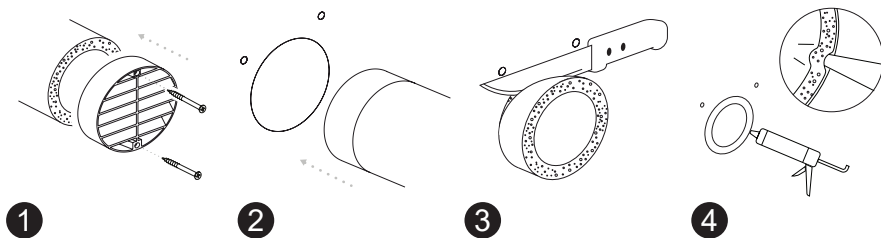

Рисунок 4.4 – Установка теплоизоляционной трубы с вентиляционной решеткой в канал
4.2.7. После установки воздухозаборной решетки вставить трубу в канал воздуховода аккуратными вращательными движениями, не допуская повреждения геометрии трубы (рис. 4.4, поз. 1 и 2). При этом вентиляционная решетка должна оказаться в один уровень с внешней стороной стены дома. Выступающий из канала воздуховода внутрь помещения конец трубы отрезать в один уровень со стеной (рис. 4.4, поз. 3).
4.2.8 Нанести непрерывным контуром нейтральный силиконовый герметик или полимерный монтажный клей без запаха между утеплителем и поверхностью воздушного канала (рис. 4.4, поз 4).